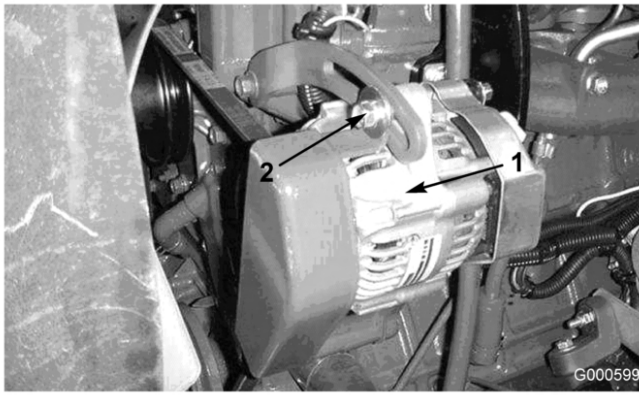

図 53
オルタネータのベルト（図 53）は100運転時間ごとに点検します。
2. たわみが10 mm程度でない場合には、オルタネータ取り付けボルト（図 53）をゆるめる。適当な張りに調整してボルトを締める。ベルトのたわみが適切に調整されたことを確認する。